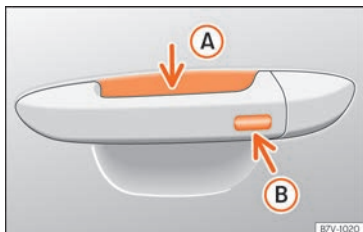

Abb. 51 Türgriff: Sensorflächen.
»» (Abb. 51)
- Berühren Sie die auf der Außenseite des Türgriffs befindliche Sensorfläche »» (Abb. 51) (B). Alle Blinker leuchten einmal.
- Berühren Sie innerhalb von 5 Sekunden einmal die auf der Außenseite des Türgriffs befindliche Sensorfläche »» (Abb. 51) (B). Ergreifen Sie dabei nicht den Türgriff. Das System Keyless Access ist jetzt vorübergehend deaktiviert.
- Beim nächsten Mal kann das Fahrzeug nur elektronisch mit dem Fahrzeugschlüssel entriegelt werden. Im Anschluss an die nächste Entriegelung ist das System Keyless Access erneut aktiviert »» ①.
Um mit der **Komfortfunktion** alle elektrischen Seitenfenster und das Glasdach zu schließen, lassen Sie einen Finger einige Sekunden auf der Sensorfläche für Verriegelung »» [Abb. 51]  am Türgriff, bis die Seitenfenster und das Dach geschlossen sind.